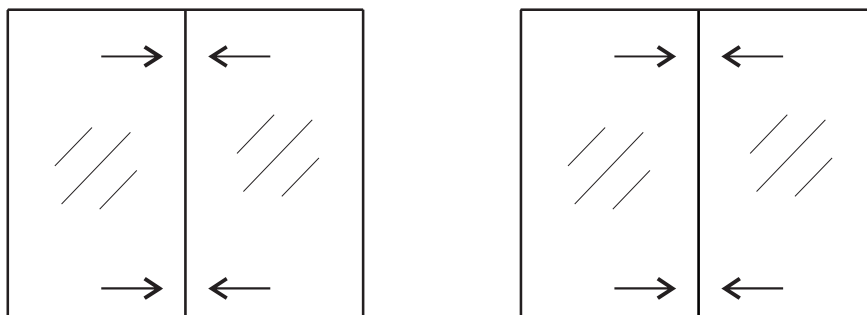
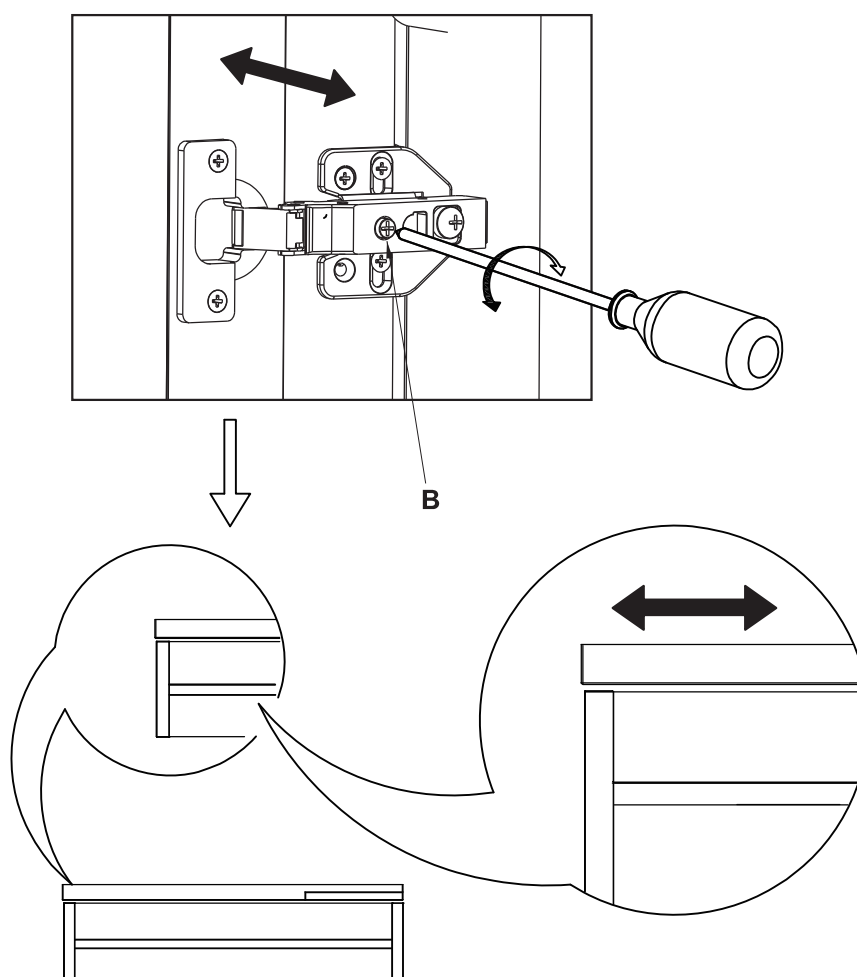

Fig. 6
Fig. 7
3.1 Bevestig de spiegelkast en controleer of de spiegeldeur waterpas staat; zo niet (zie Fig. 6), pas dan de afstand van de deuropening aan door de scharnierschroef (B) te verstellen en beide deuren waterpas te houden (Fig. 7).